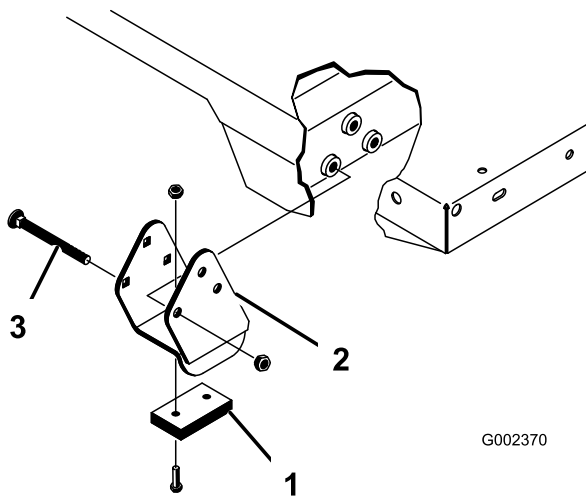

Bild 35
Hinweis: Stellen Sie sicher, dass die Distanzstücke und die Verschleißblöcke (Bild 35) so eingesetzt sind, dass die Köpfe der Schlossschrauben an der Innenseite der Maschine sind.
2. Setzen Sie die Pritsche vorsichtig auf den Maschinenrahmen. Fluchten Sie die hinteren Schwenkplattenlöcher der Pritsche mit den Löchern im hinteren Rahmenkanal aus und setzen Sie die zwei Lastösenbolzen und Klappstecker ein (Bild 35).
4. Setzen Sie den Lastösenbolzen von der Außenseite der Pritsche ein. Der Klappstecker sollte außen (Bild 35).